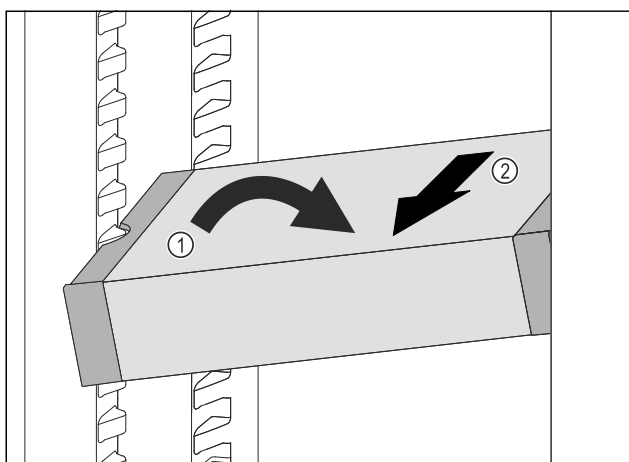

Fig. 149
- VarioSafe in het koelgedeelte schuin zetten. Fig. 149 (1)
- VarioSafe naar voren toe verwijderen. Fig. 149 (2)